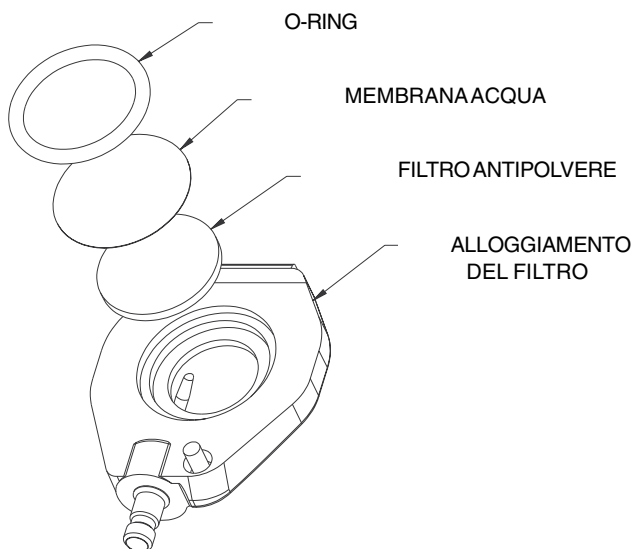

Figura 23:
5. Installare il nuovo filtro antiacqua nel relativo vano nell'alloggiamento (vedere Figura 23).